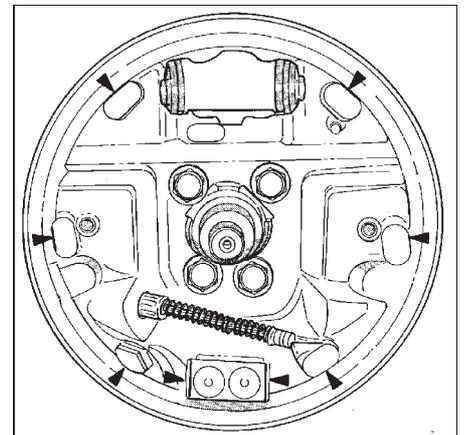

Рис. 25. Контактные поверхности колодки на опорной плите.
- (1) Смажьте восемь контактных поверхностей колодки на опорной плите и анкере консистентной смазкой общего назначения (рис. 25).